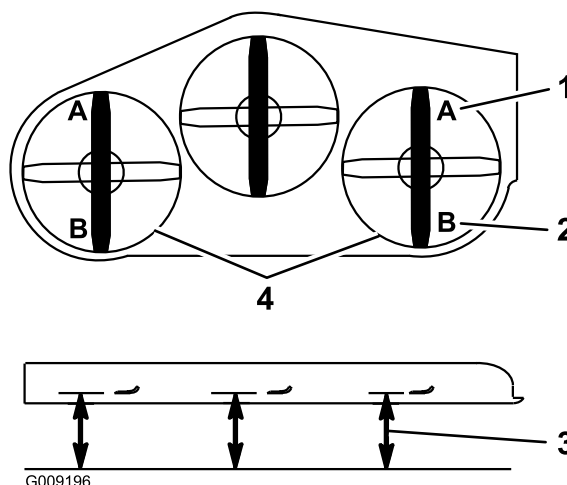

Figure 96
9. De chaque côté du tablier de coupe, mesurez la distance entre la surface plane et la pointe avant de la lame (position A), comme montré à la Figure 96.
16. De chaque côté du tablier de coupe, mesurez la distance entre la surface plane et la pointe arrière de la lame (position B), comme montré à la Figure 96.